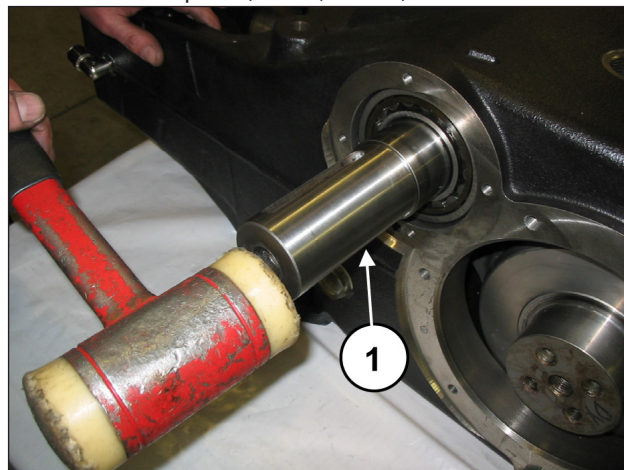
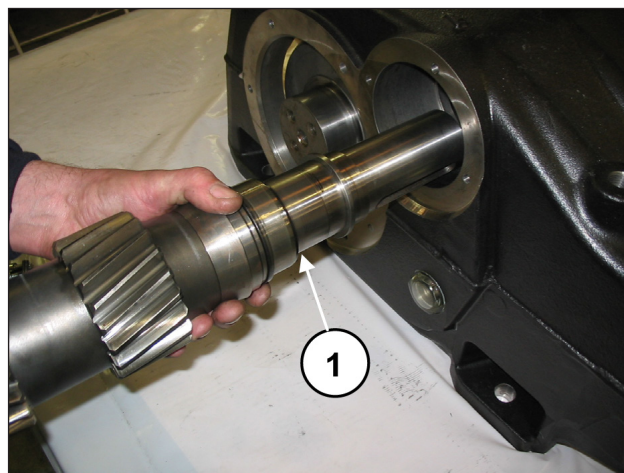

Рис. 31
Рис. 32
С помощью ударной массы (поз. ①, Рис. 31) извлеките вал ВМ с любой стороны (поз. ①, Рис. 32).